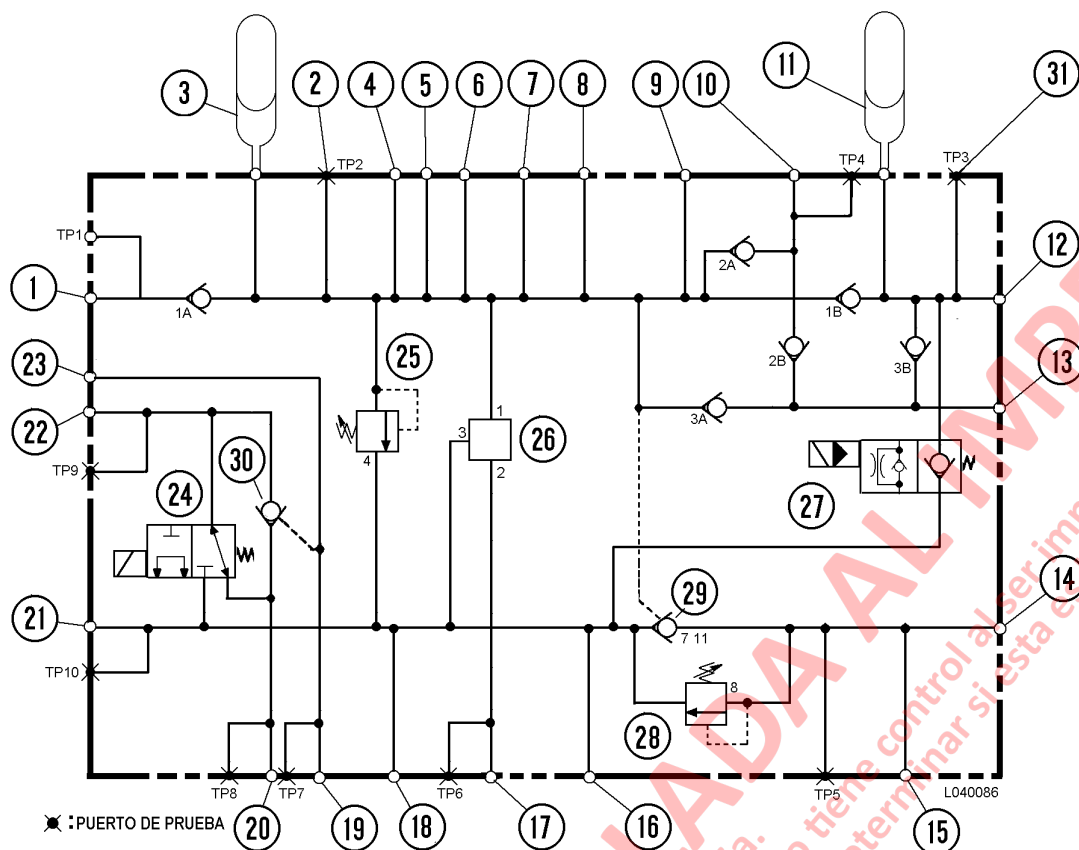

FIGURA 4-5. DIAGRAMA DEL MÚLTIPLE DE PURGA
La línea de presión piloto de baja energía (19), abre la válvula de retención accionada por piloto (30, Figura 4-5), para permitir que el aceite en el puerto de elevación se desvíe a la válvula solenoide de límite superior de elevación (24), para la operación de bajo poder inicial, mientras que la solenoide es activada por el interruptor de límite de elevación.